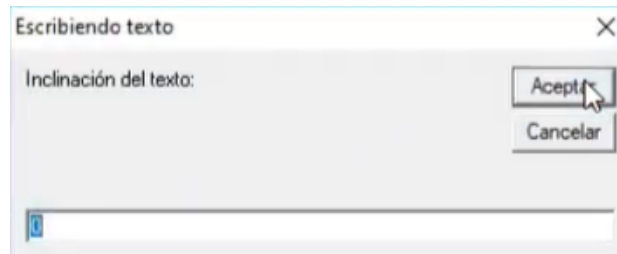

Figura 444. Inclinación del texto.
78. En la última ventana emergente, introducir una inclinación del texto adecuada y presionar “Aceptar”. Figura 444.